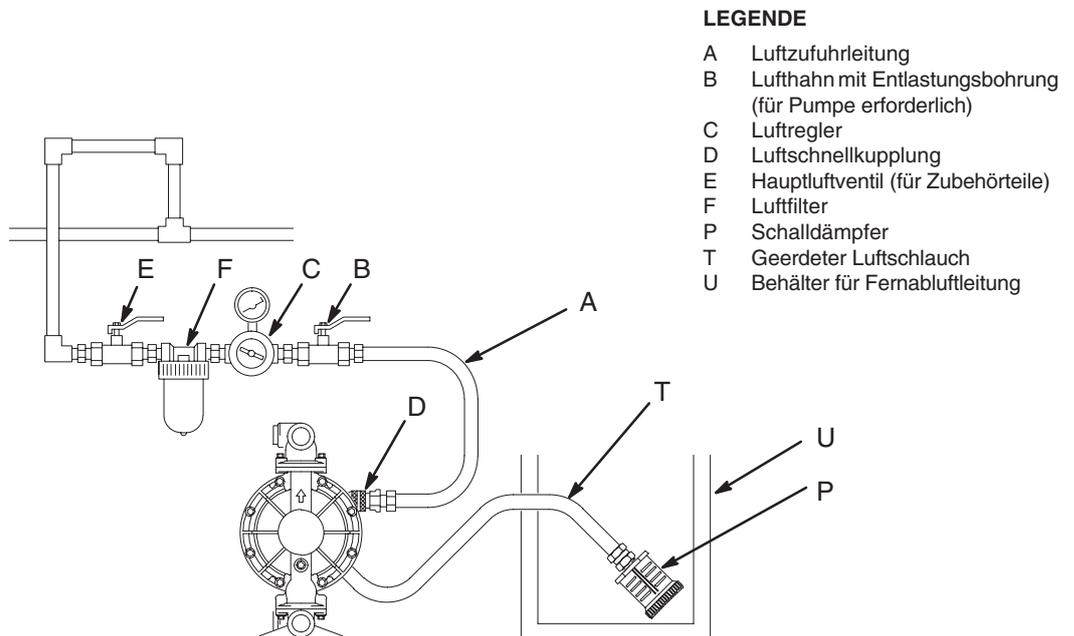

Abb. 6
Bei Membranriss wird das gepumpte Material mit der Luft abgeleitet. Ans Ende der Abluftleitung einen geeigneten Behälter stellen, um das Material aufzufangen. Siehe Abb. 6.
1. Den Schalldämpfer (P) aus der Abluftöffnung in der Pumpe ausbauen.
2. Einen geerdeten Luftschlauch (T) einbauen und den Schalldämpfer (P) an das andere Ende des Schlauches anschließen. Der Luftschlauch muss einen Innendurchmesser von mindestens 3/4 Zoll (19 mm) aufweisen. Ist der Schlauch länger als 4,57 m, verwenden Sie einen Schlauch mit größerem Durchmesser. Vermeiden Sie scharfe Biegungen oder Knicke im Schlauch.
3. Einen Behälter (U) ans Ende der Luftleitung stellen, um im Fall eines Membranrisses Material aufzufangen. Siehe Abb. 6.